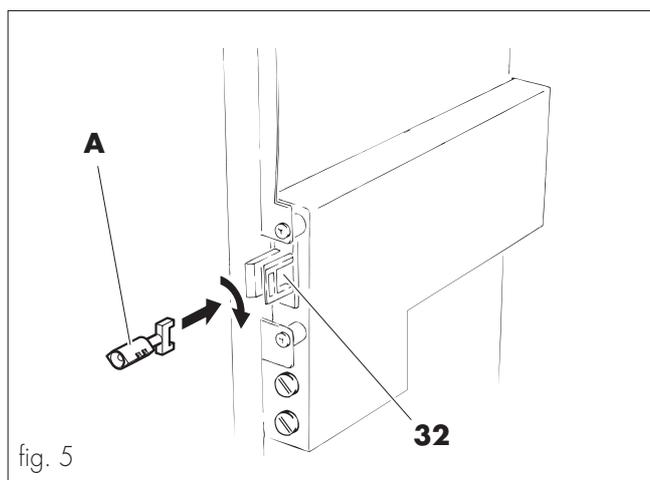

fig. 5
Persona especializada y encargada de las operaciones de instalación, ajuste, mantenimiento y asistencia técnica del distribuidor. Es la única persona que posee la llave de accionamiento del microinterruptor de seguridad de puerta (ref. **A**, fig.5).
- Un microinterruptor (ref. **32**, fig. 5) desconecta automáticamente la alimentación eléctrica al abrir la puerta frontal. Es posible desactivar la intervención del microinterruptor introduciendo la llave de accionamiento (ref. **A**, fig. 5)